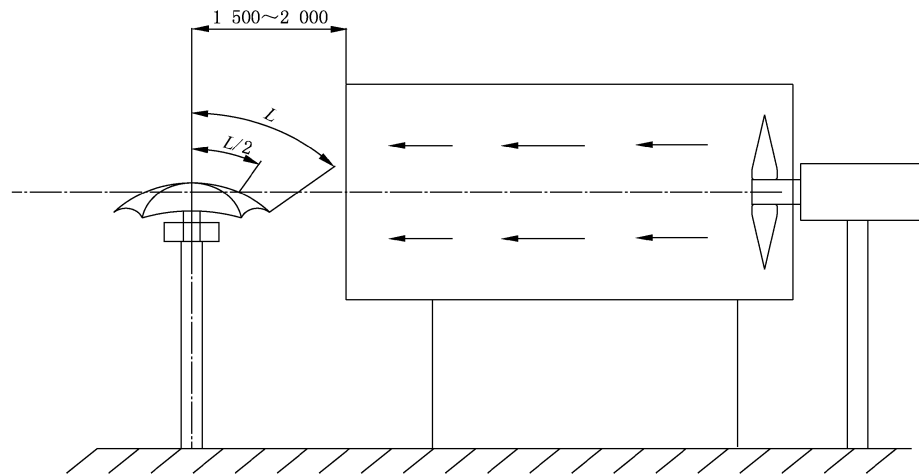

图6 固定式伞伞杆抗风强度示意图
6.2.2.2 将伞撑开,以图示的方向用夹具夹住(见图6),固定手柄或伞杆下端。伞的高度调整见图6,将伞固定好后,调整调频旋钮直至当风速达到规定值后开始计时,30 s后停机。